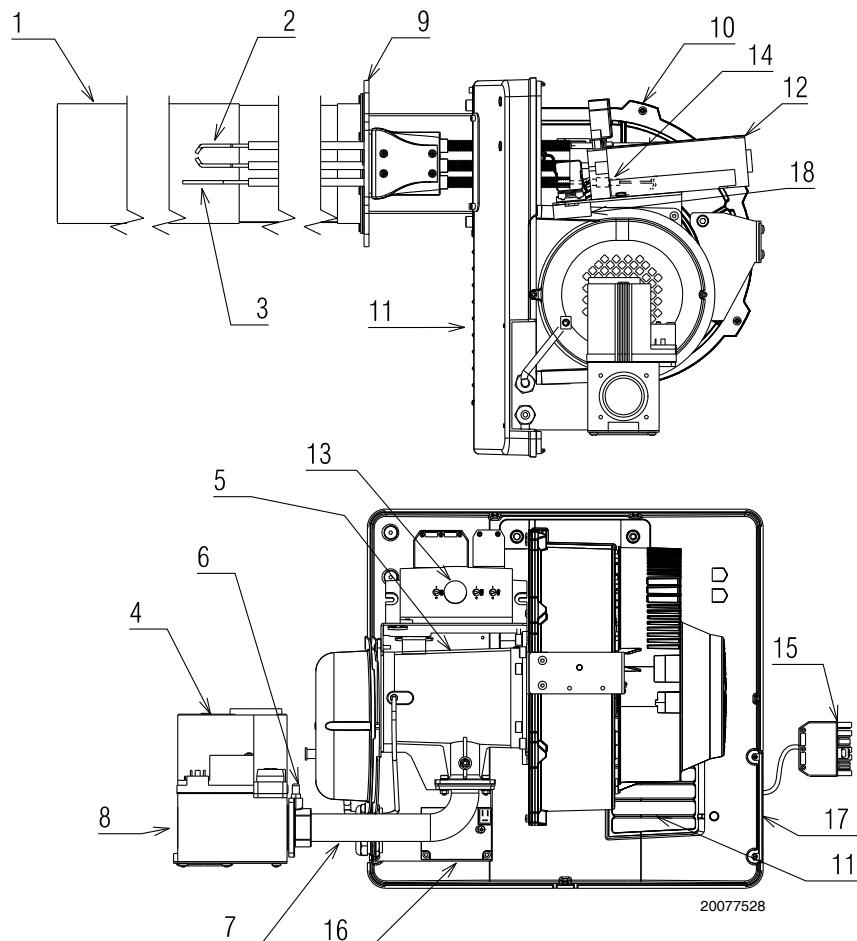

Fig. 2
(1) Condizioni di riferimento: Temperatura ambiente 20°C - Temperatura gas 15°C - Pressione barometrica 1013 mbar - Altitudine 0 m s.l.m.
(2) Pressione gas di ingresso 8)(Fig. 2) con pressione zero in camera di combustione ed alla potenza massima del bruciatore.
(3) Test di emissioni sonore effettuati secondo la normativa EN 15036-1 con accuratezza di misura $\sigma = \pm 1,5$ dB, nel laboratorio di combustione del costruttore con bruciatore funzionante su caldaia di prova alla massima potenza.
l'accensione del pulsante dell'apparecchiatura 13)(Fig. 2) avverte che il bruciatore è in blocco. Per sbloccare premere il pulsante.